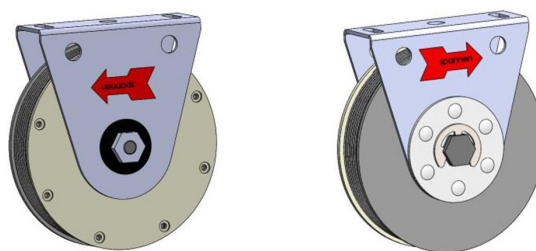

Fig. 29
7. Engrase solamente la superficie de deslizamiento del piñon libre en el piñon para cable espiral con vaselina (fig. 29). A este fin destense el cable un poco, desatornille la capa, saque el piñon para cable espiral y aplique la vaselina en el eje.